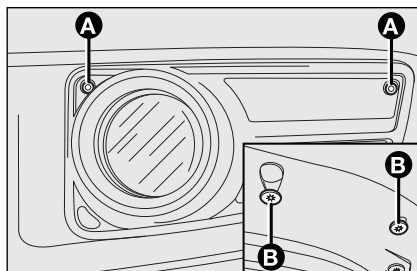

fig. 29
- ☐ svitare le due viti **A**-fig. 29 fissaggio fendinebbia su paraurto;